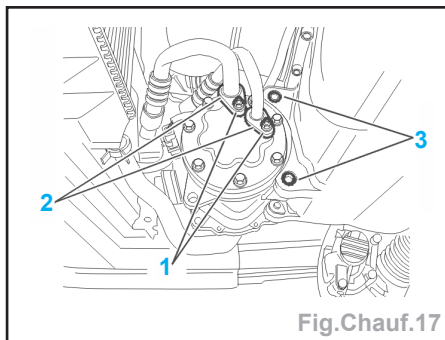

Fig. Chauf.17
- Déposer les écrous (1) (Fig.Chauf.17).
- Écarter les brides (2).